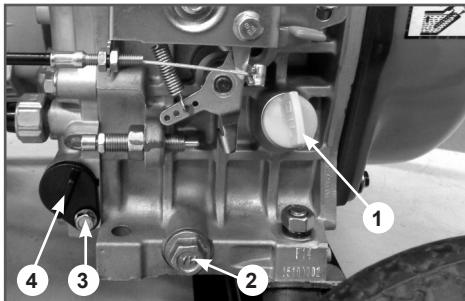

Рис. 11 Замена моторного масла
3. Извлеките крышку-щуп (Рис. 11 п. 1) из маслозаливной горловины и вытрите щуп чистой ветошью.
4. Открутите пробку (Рис. 11 п. 2) для слива масла и слейте отработанное масло в подготовленную для этого емкость.
6. Открутите болт фиксации масляного фильтра (Рис. 11 п. 3). Во избежание пролива масла подложите кусок ветоши под масляный фильтр, после чего извлеките масляный фильтр (Рис. 11 п. 4).